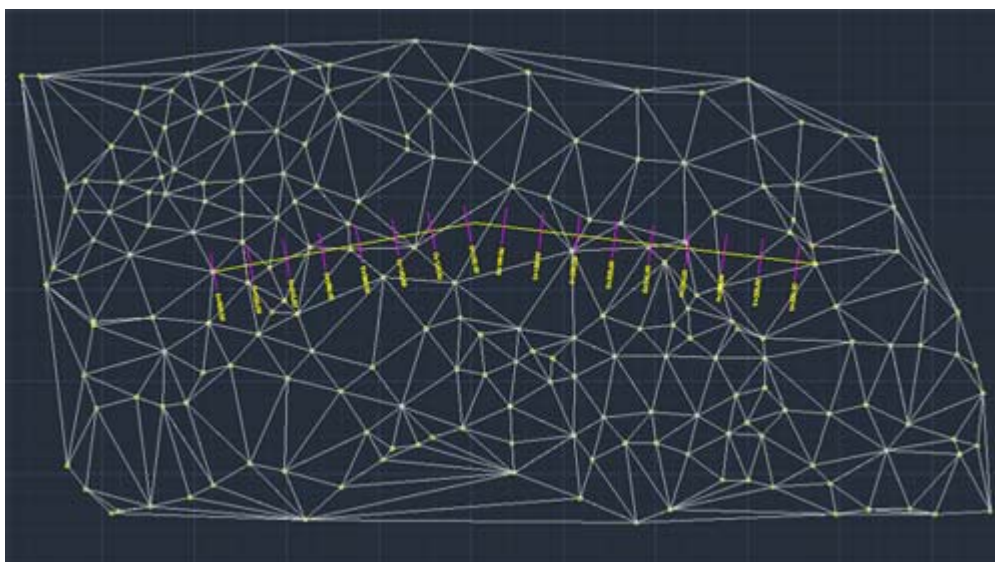

Fig. 1: Eje de proyecto con estaciones insertadas
2. Después seleccione **Menú CivilCAD > Altimetría > Eje de Proyecto > Marcar Estaciones** para insertar estaciones en planta a intervalos de 20 metros, con 10 metros para izquierdas y derechas. Si lo desea puede insertar estaciones intermedias en los puntos de comienzo y terminación de curvas o a una distancia arbitraria del vértice inicial (*Fig. 1*).